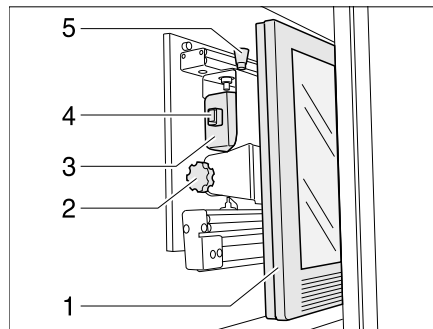

Bild 63 TV-Schrank
- Entriegelungsknopf (Bild 63,5) drücken und Halterung für den Flachbildschirm am Griffstück (Bild 63,4) bis zum Anschlag nach vorn ziehen.
- Entriegelungsknopf (Bild 63,1) ziehen und Flachbildschirm (Bild 63,2) in die gewünschte Position schwenken.
- Rändelschraube (Bild 63,3) lösen.